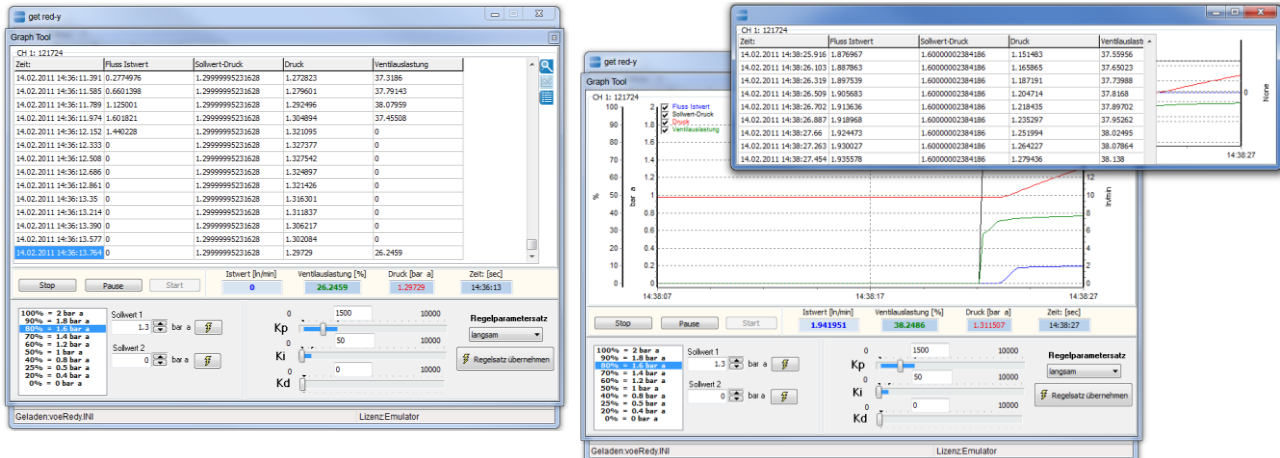

Abbildung 34: Darstellung der Messwerte in tabellarischer Form (links) und Darstellung der Daten in separaten Fenstern (rechts).
- Die Daten werden in tabellarischer Form dargestellt (siehe Abbildung 34).
- Die Daten werden in einem separaten Fenster dargestellt (siehe Abbildung 34 rechts). Dies ist sehr hilfreich falls Sie einen zweiten Monitor besitzen oder wenn Sie die Daten in einem Fenster als Tabelle und im anderen Fenster als Diagramm darstellen möchten